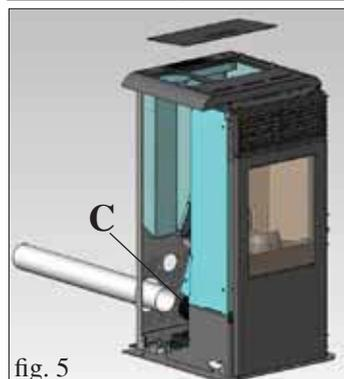

fig. 5
- Togliere le vite sopra il top (vedi fig. 5 a pag. 9)
Collegare il tubo uscita fumi (non in dotazione) posteriore al bocchettone della chiocciola fumi (C- fig. 5) mediante fascetta in dotazione.
In questo caso è sufficiente far passare il tubo uscita fumi (non in dotazione) attraverso il foro presente nella parte inferiore dello schienale in lamiera (fig. 5).